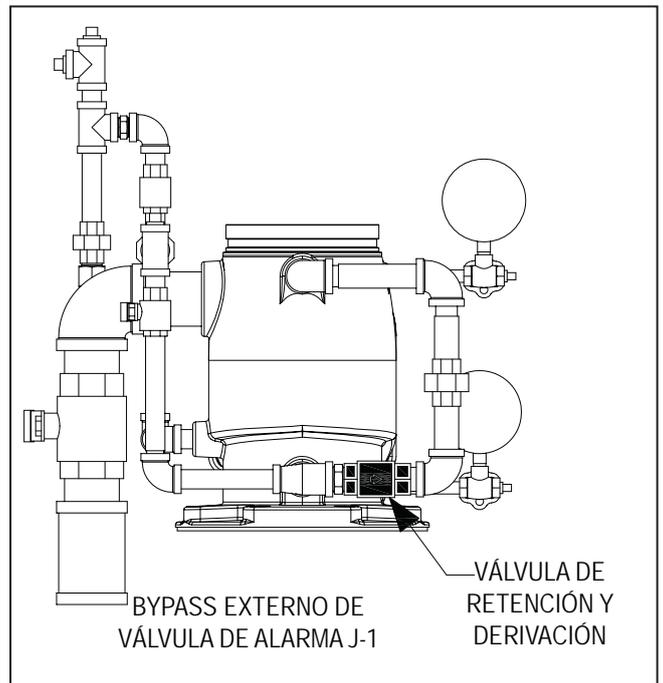

Figura 57
2. Limpiar o cambiar la válvula de retención en el bypass exterior (Figura 57). Si tanto las lecturas del manómetro de acometida como el del sistema fluctúan al mismo tiempo, es probable que la válvula de retención y derivación tenga una fuga (ver las Figuras 58-59). Si hay fluctuaciones inusuales en las lecturas de ambos manómetros, comprobar la válvula de retención y derivación. En primer lugar, cerrar la válvula de suministro del sistema. A continuación, romper la unión de la línea de prueba de alarma y abrir la válvula de prueba de alarma normalmente cerrada para comprobar si fluye agua de vuelta al sistema a través de la válvula de retención.